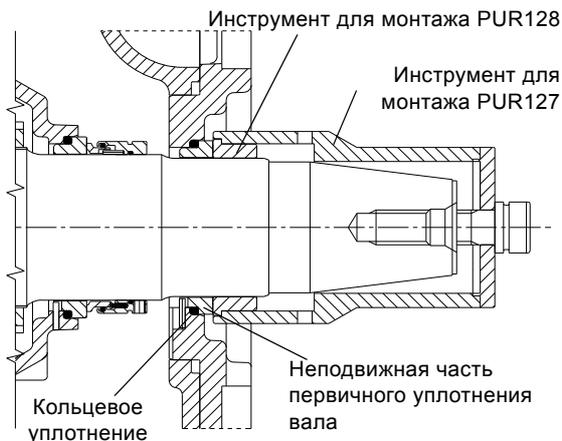

Рис. 36 Установка неподвижной части первичного уплотнения вала, типоразмер 74
2. Смазать и установить кольцевое уплотнение на неподвижную часть первичного уплотнения вала (105). Установить уплотнение вала на вал и прижать (E и D). См. рис. 36.